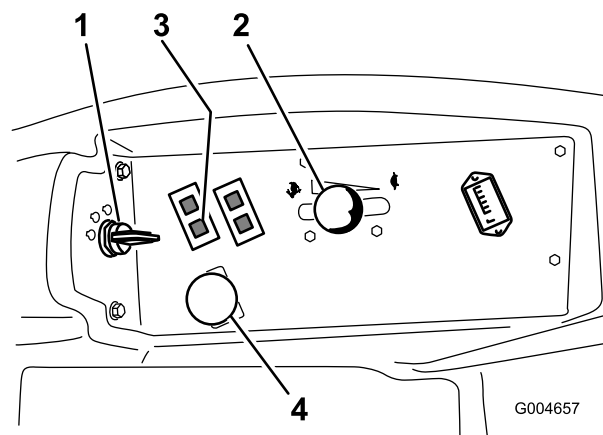

図 18
4. PTO スイッチをOFF 位置とする(図 18)。
5. スロットル・レバーを Fast と Slow の中間にセットする(図 18)。